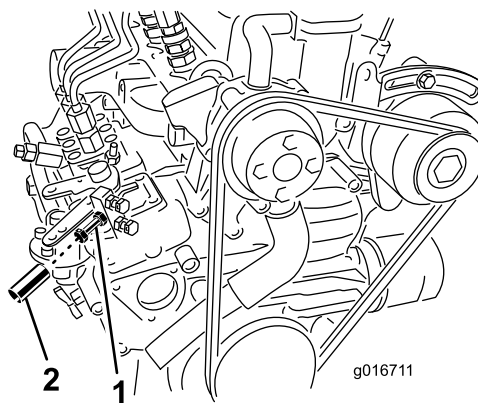

Figura 6
- Con un tachimetro e una vite di regolazione dell'acceleratore sul motore (Figura 6), regolate la velocità del motore a 3200 giri/min. massimo, quindi serrate il controdado sulla vite di regolazione.
- Fate scorrere un tubo in alluminio sulla vite di regolazione dell'acceleratore e sul controdado (Figura 6), quindi fissatelo alla vite in modo che quest'ultima non possa essere nuovamente regolata.